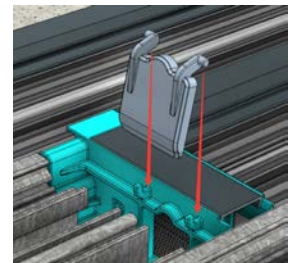

Fig 33a
- Sujete la tapa del desagüe transversal en su lugar mientras retiras la cinta adhesiva, o vuelve a colocar la tapa sobre el desagüe transversal si se sale de su lugar (Fig. 33a).